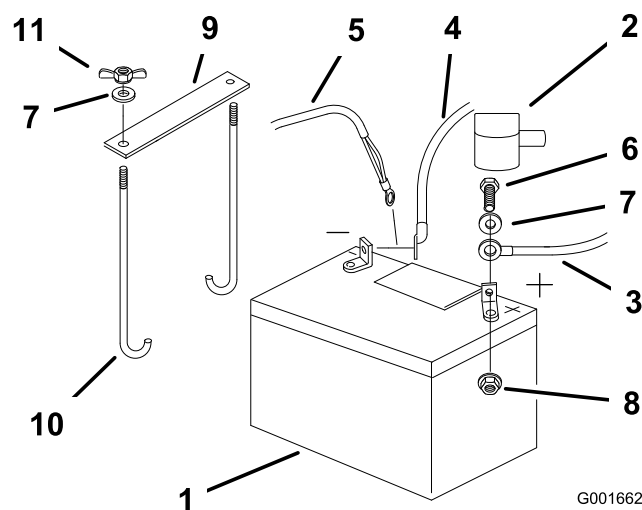

Figure 35
4. Commencez par débrancher le câble négatif et le câble de masse de la borne négative (-) de la batterie (Figure 35).
5. Ôtez le capuchon rouge de la borne positive (rouge) de la batterie. Débranchez ensuite le câble positif (rouge) de la batterie (Figure 35).
- Retirez les deux écrous à oreilles (1/4 pouce) de fixation de la barrette de maintien de la batterie (Figure 35).
- Placez la batterie dans son support en tournant les bornes vers le moteur (Figure 35).
- Fixez les câbles avec 2 boulons (1/4 x 3/4 po), 2 rondelles (1/4 pouce) et 2 contre-écrous (1/4 pouce) (Figure 35).
- Fixez la batterie en position avec des boulons en J, une barrette de maintien et 2 rondelles (1/4 pouce), ainsi que 2 écrous à oreilles ((1/4 pouce)) (Figure 35).